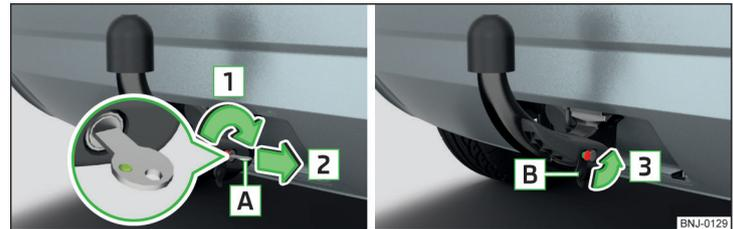

Fig. 156 Bloquear o fecho e retirar a chave / colocar a capa no fecho
- Rodar a chave **A** no sentido da seta **1**, de modo que a sua marcação verde indique para cima » Fig. 156.